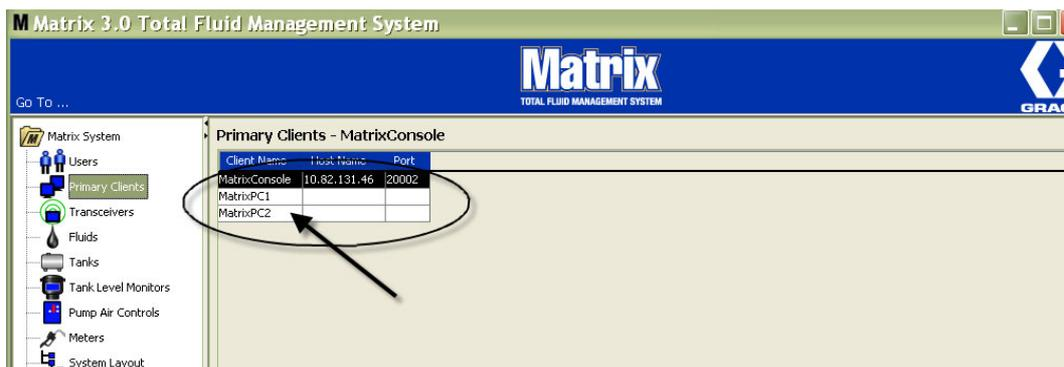

FIG. 81
6. Il nuovo client primario è aggiunto alla parte inferiore dell'elenco sulla schermata Primary Clients (Client primari) (FIG. 81). Si noti che dopo aver immesso un nuovo nome del client primario, il nome appare con i campi del nome host e della porta vuoti. Questi campi saranno compilati automaticamente la volta successiva che il client primario si conetterà con il Matrix Service Engine.